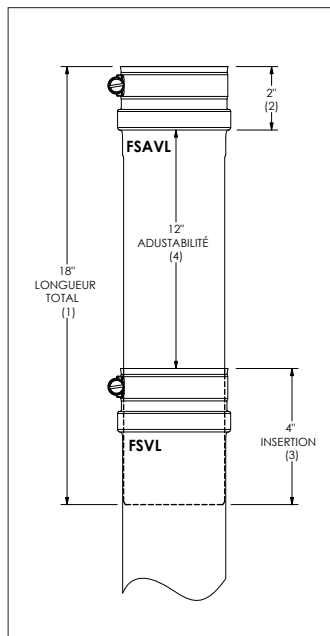

Figure 1 (paroi simple)
Utiliser le FSAVL verticalement pour un réglage facile de la pente minimale exigée de 1/4 pouce par pied. Détails techniques concernant le FSAVL autonome (**voir Figure 1 et 1a**) : La longueur totale de tout tuyau d'évent réglable FSAVL est de 18 po (1). L'extrémité femelle (2) mesure 2 po, ce qui laisse 12 po à tasser dans un tuyau d'évent standard. **Le FSAVL doit pénétrer d'au minimum 4 po à l'intérieur d'un tuyau d'évent standard (3) pour garantir une bonne étanchéité et la stabilité structurelle. Ceci laisse donc jusqu'à 12 po de véritable capacité de réglage axial (4).**